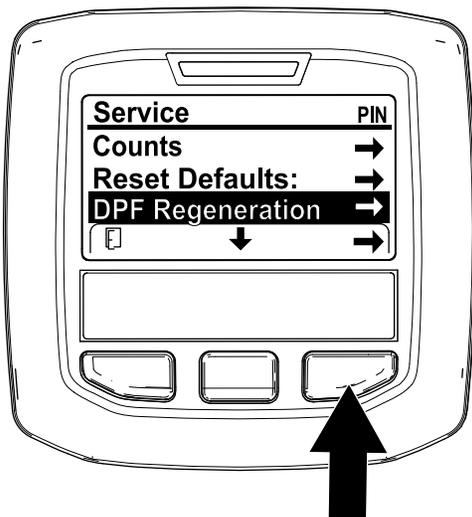

Рисунок 59
1. Перейдите к меню Service (Техобслуживание), нажмите среднюю кнопку для прокрутки вниз к опции DPF REGENERATION (РЕГЕНЕРАЦИЯ DPF) (Рисунок 59).
2. Нажмите правую кнопку для выбора позиции DPF Regeneration (Регенерация DPF) (Рисунок 59).